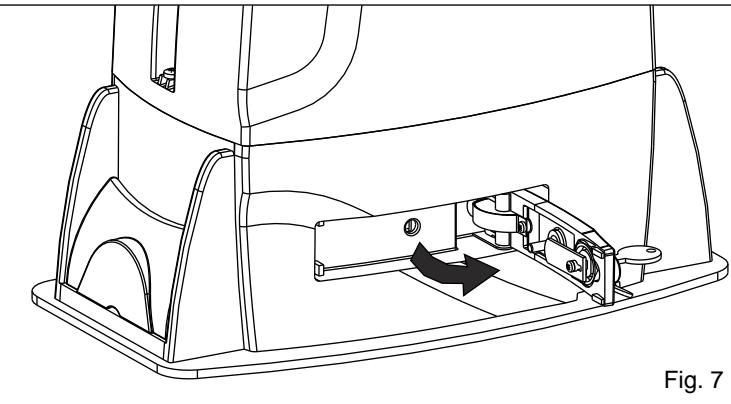

Fig. 7
- Tirer le levier de déverrouillage jusqu'à la battue, 90° environ (Fig.7).